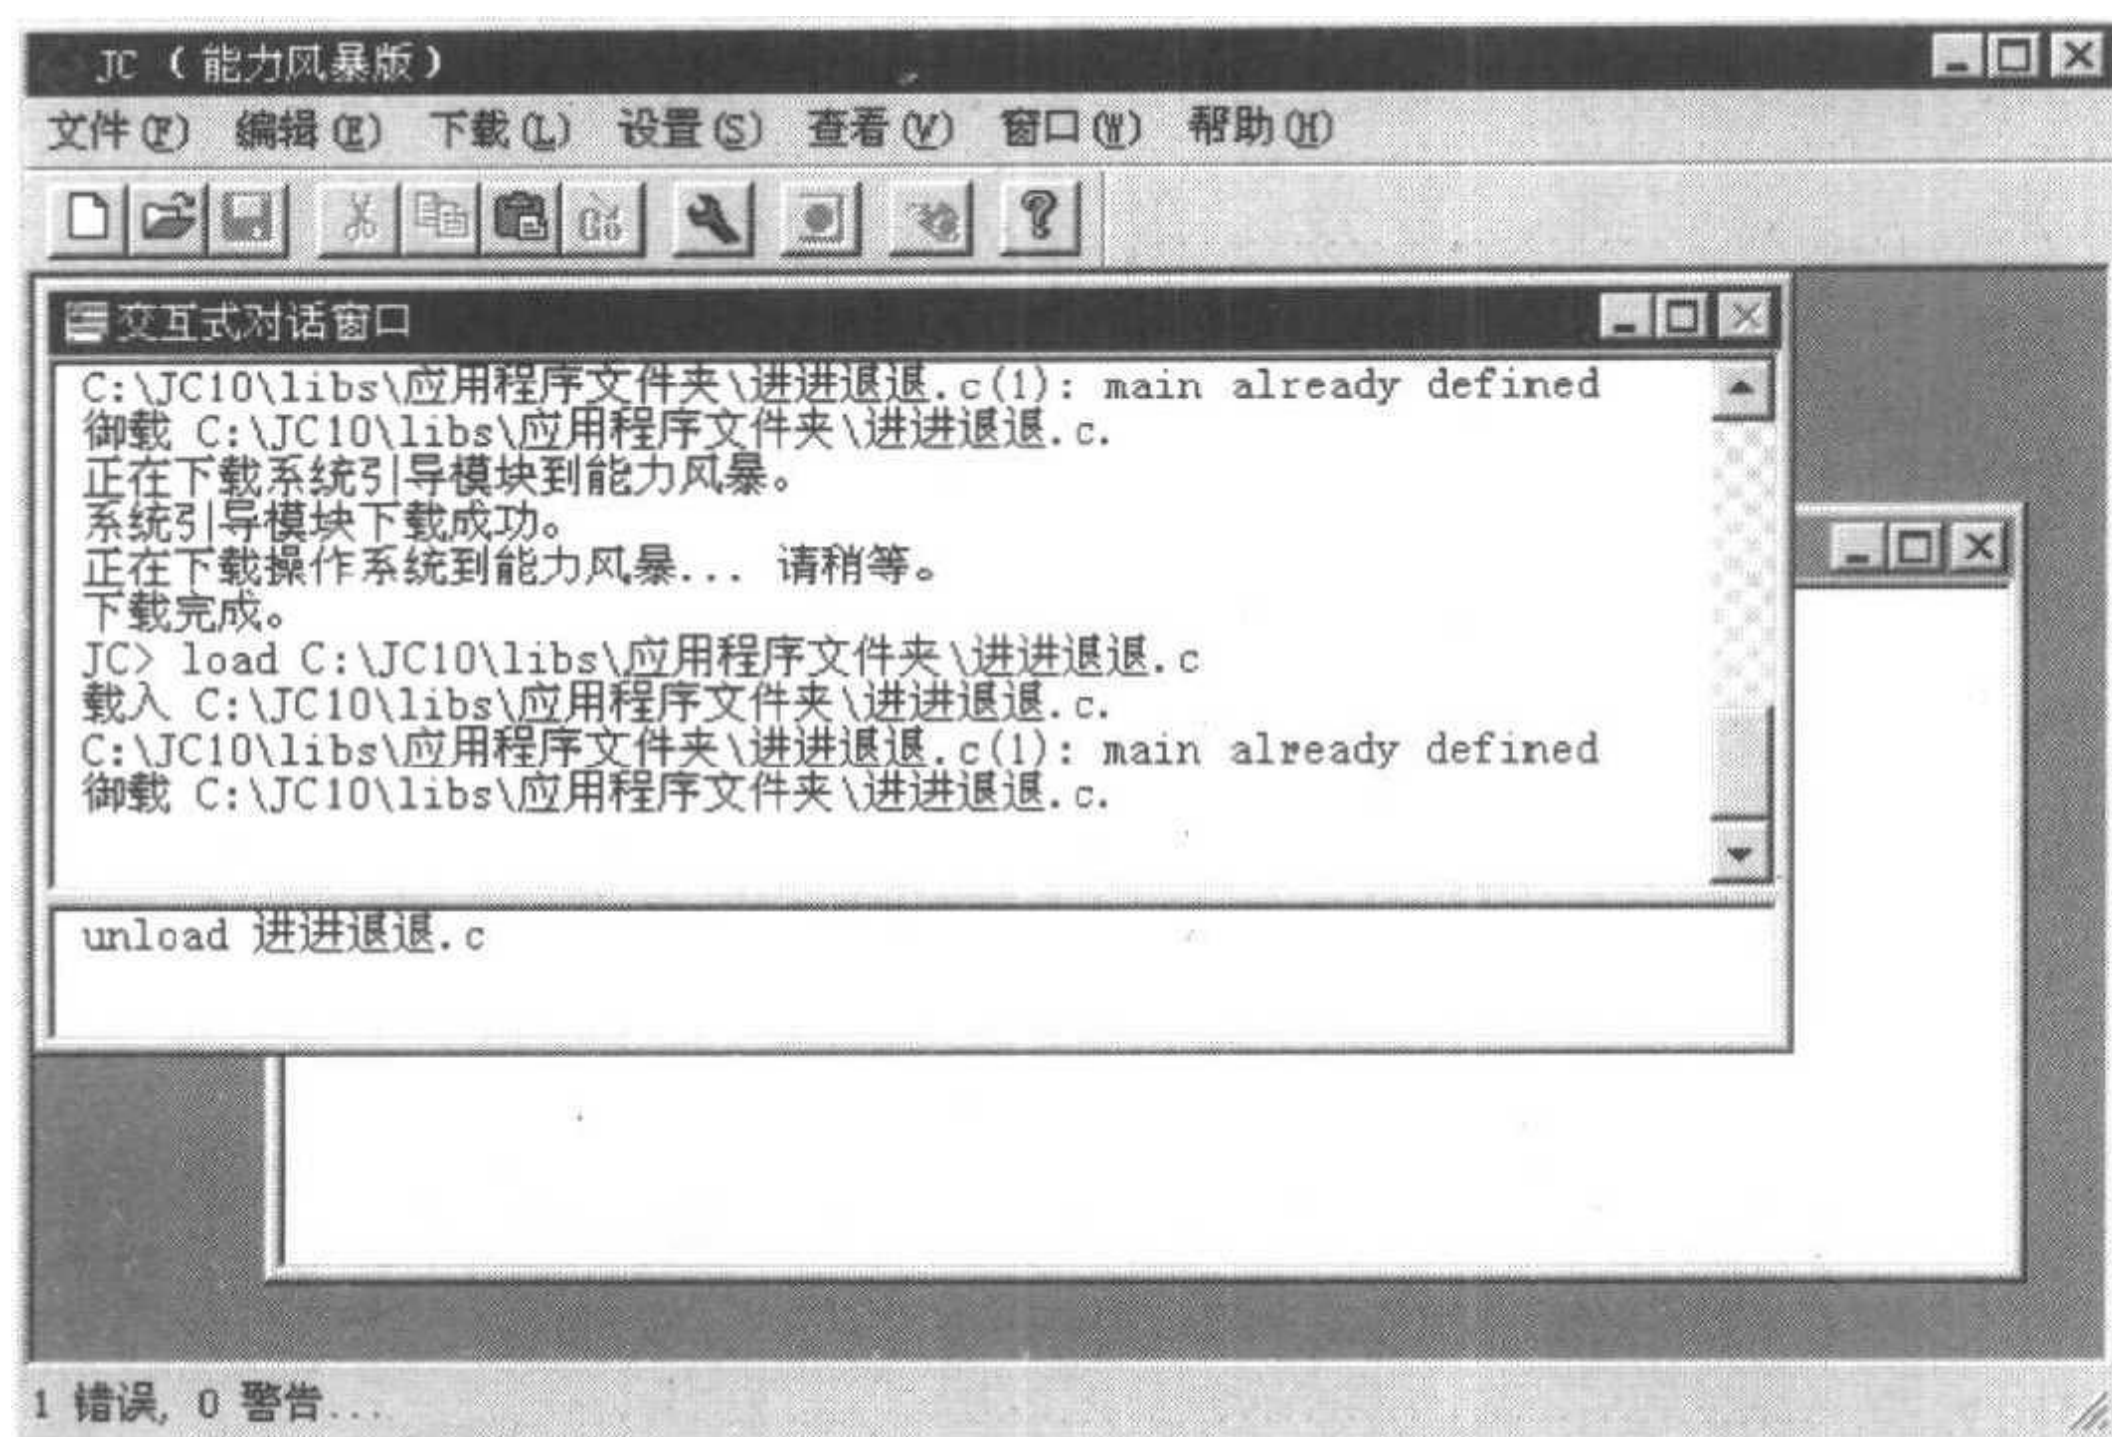
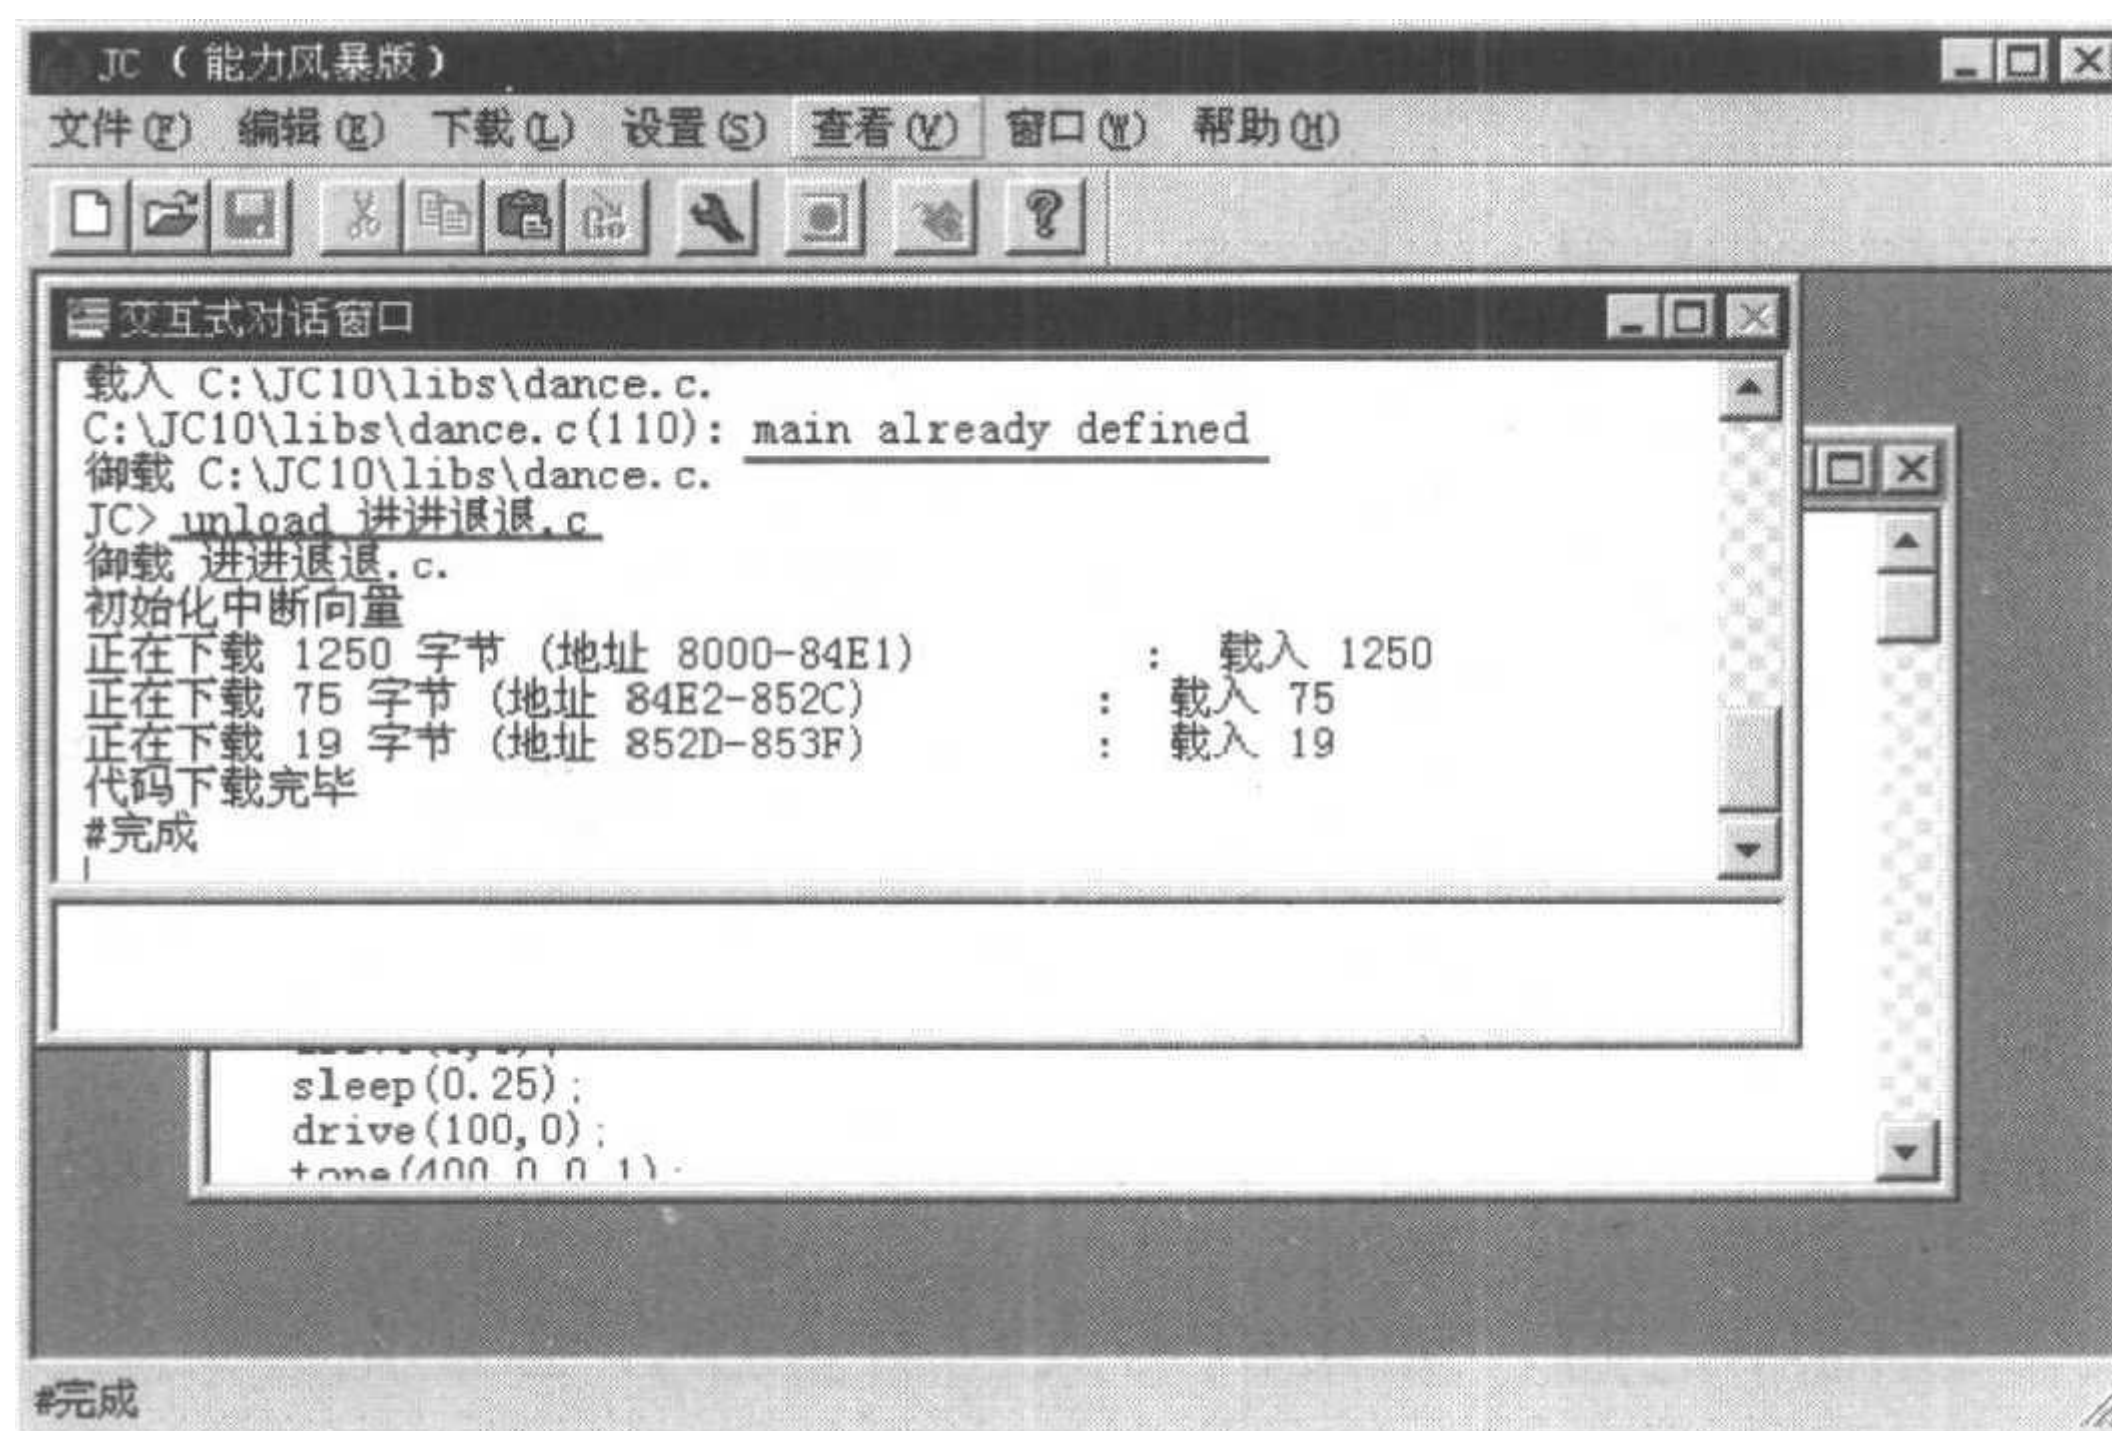

图 1.51 在命令行输入卸载命令
图 1.52 执行卸载命令
1. 单击JC窗口，然后在命令行编辑器中输入“unload <程序名>.c”，如图1.51所示。按回车键之后，你可以看到JC窗口出现卸载程序的提示，如图1.52所示。